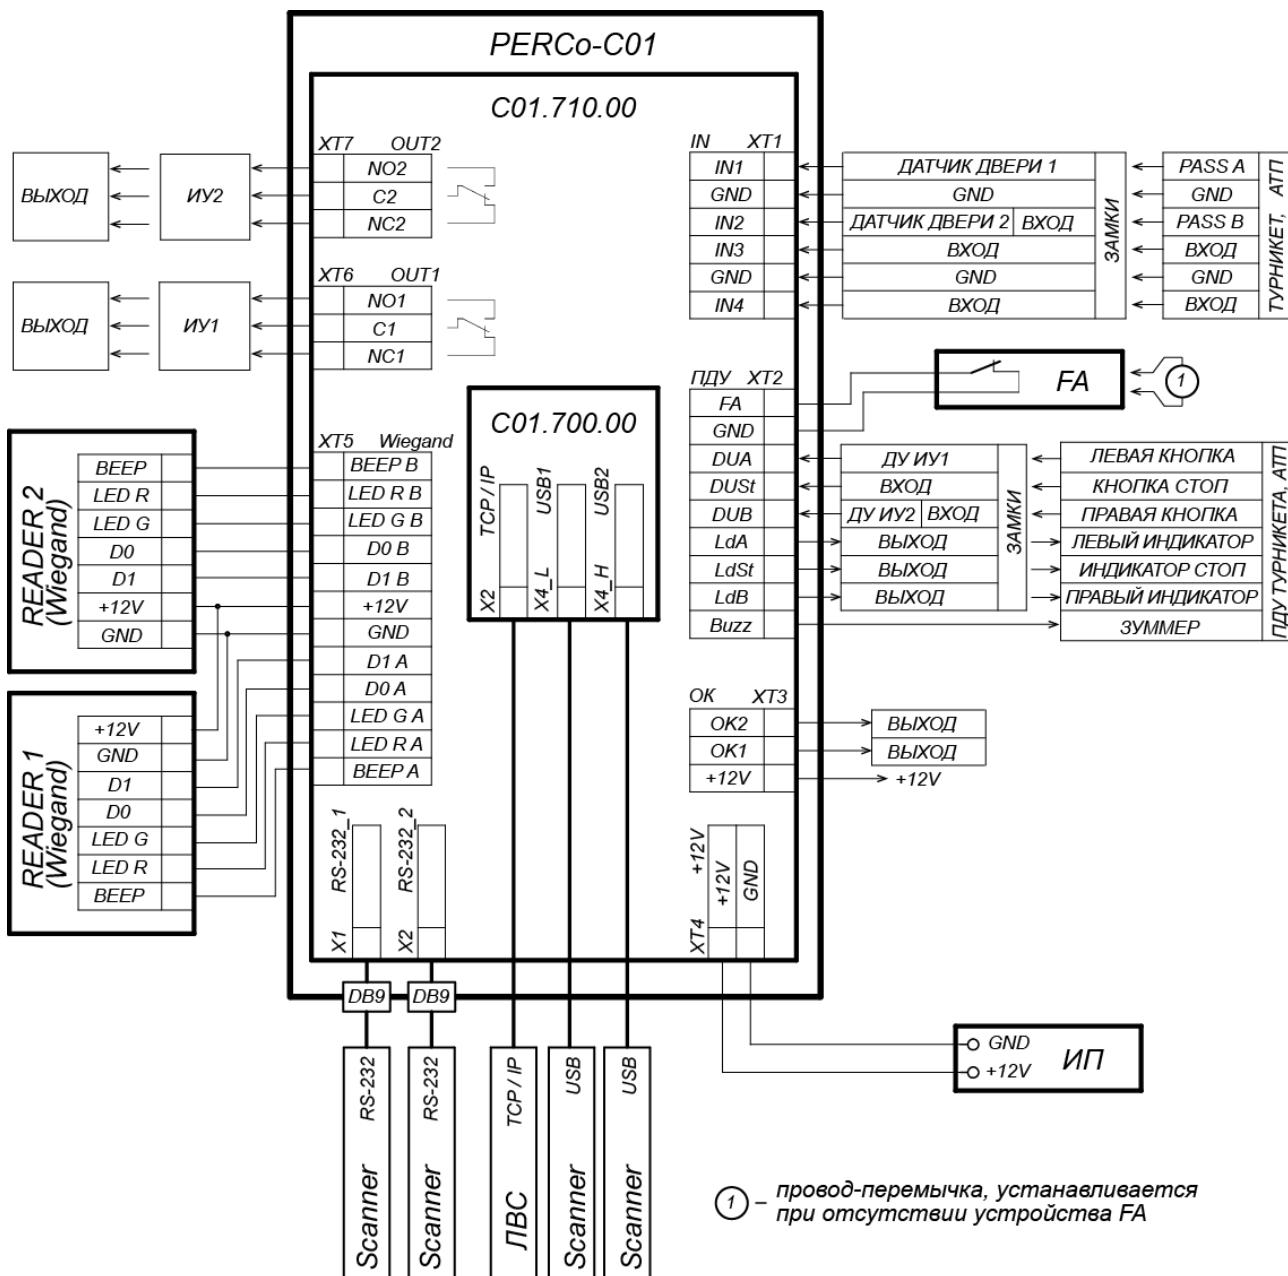
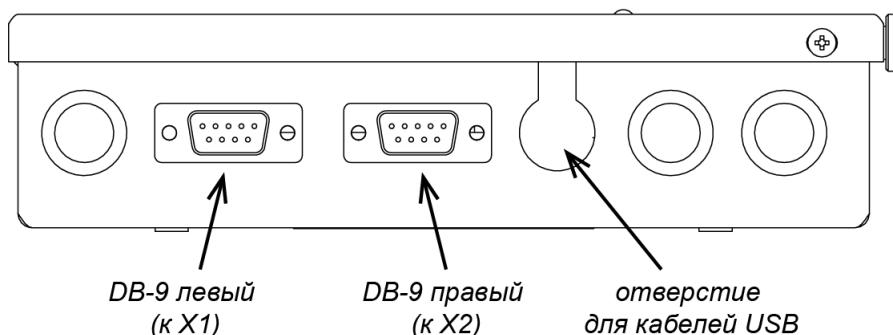
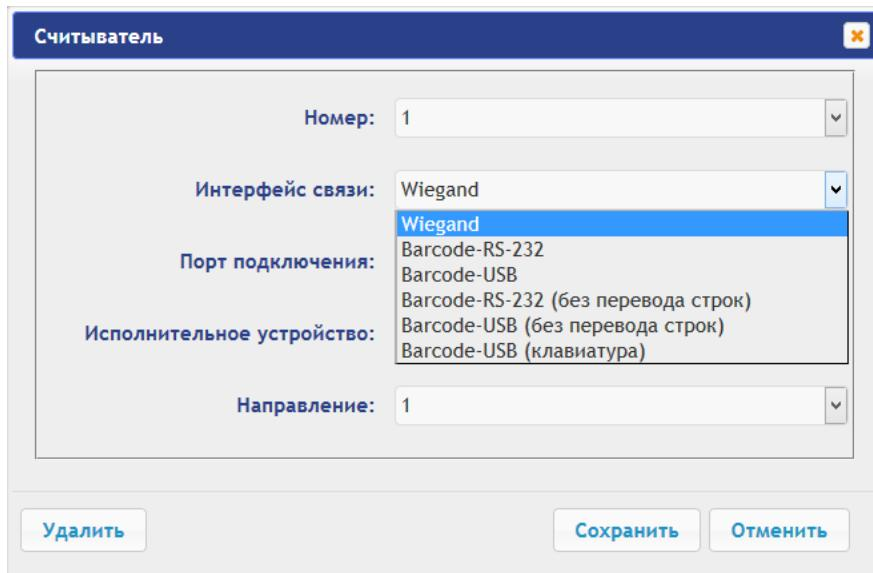

Рисунок 4. Общая схема подключений
Рисунок 5. Расположение разъемов DB-9 (RS-232) на корпусе контроллера
Рисунок 6. Выбор типа сканера в Web-интерфейсе
Выходы могут использоваться (см. рис. 4):
Контроллер имеет два выхода типа «открытый коллектор»: OK1 и OK2 (см. рис. 4). Подключение к выходам осуществляется через клеммную колодку XT3 нижней платы контроллера.
- Установите ИП, подключите кабель от ИП к клеммной колодке **XT4** нижней платы контроллера согласно схеме, представленной на рис. 4.
Считыватели подключаются к соответствующим контактам разъема **XT5** в соответствии с общей схемой подключения (рис. 4). В ресурсах контроллера для параметра «Интерфейс связи» данного считывателя необходимо выбрать значение *Wiegand* (см. рис. 6).
Сканеры подключаются к соответствующим разъемам типа DB9 (RS-232) на корпусе контроллера (см. рис. 5). Левый разъем DB9 подключается к разъему **X1** на нижней плате контроллера, правый – к разъему **X2** (см. рис. 4)
В зависимости от типа сканера в части передачи после данных символа перевода строки CR в ресурсах контроллера для параметра «Интерфейс связи» данного считывателя необходимо выбрать соответствующий тип сканера: «Barcode-RS-232» или «Barcode-RS-232 (без перевода строк)» (см. рис. 6).
Сканеры по интерфейсу *USB* подключаются к разъему **X4** на верхней плате контроллера (в установленном на верхней плате двухрядном разъеме USB снизу находится USB1, а сверху USB2, см. рис. 1). Для ввода кабелей *USB* в корпус контроллера используется отверстие с фигурным вырезом (см. рис. 5).
Сканеры, подключаемые по *USB*, могут работать с контроллером **PERCo-C01** либо в режиме эмуляции клавиатуры (выбор в селекторе – «Barcode-USB (клавиатура)»), либо в режиме виртуального COM-порта. В последнем случае, в зависимости от конфигурации сканера в части передачи после данных символа перевода строки CR в ресурсах контроллера для параметра «Интерфейс связи» данного считывателя необходимо выбрать соответствующий тип сканера: «Barcode-USB» или «Barcode-USB (без перевода строк)» (см. рис. 6). Для
2. Подключение замка производится к клеммным колодкам **XT6**, **XT7** нижней платы контроллера в соответствии со схемами подключения (см. рис. 4).